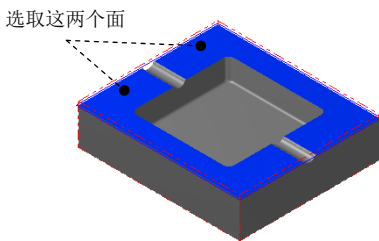

图 11.17 选取干涉面
(2) 单击“刀具路径的曲面选取”对话框的 **检测** 区域中的 **鼠标** 按钮, 在图形区中选取图 11.17 所示的曲面 (共两个面), 然后按 Enter 键。